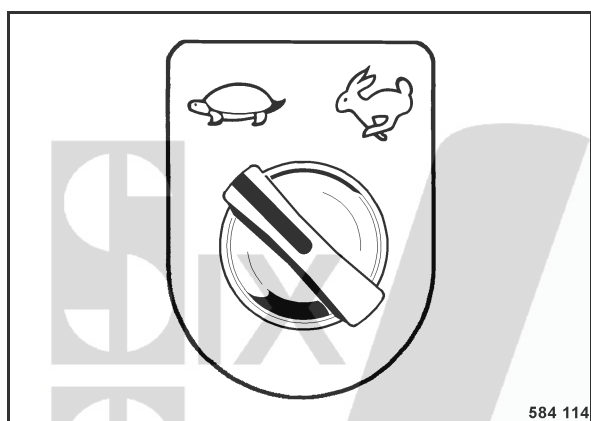

Fig. 53
- Présélectionner le régime de conduite (Fig. 53) désiré.